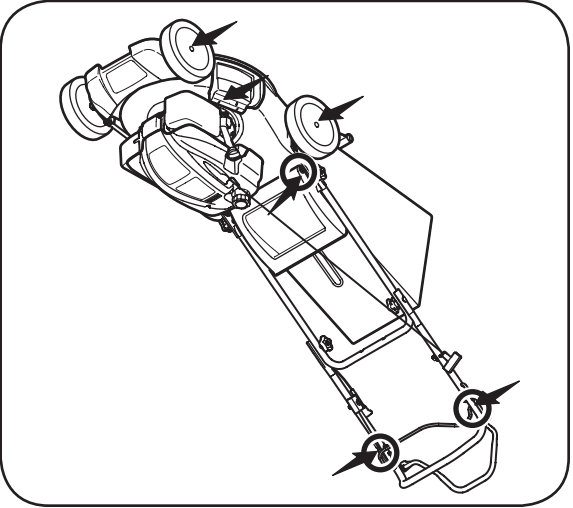

Figure 5-1
1. Lubrifiez les points de pivot de la poignée de commande de la lame au moins une fois par saison avec une huile légère. La commande de la lame doit fonctionner facilement dans les deux sens. Voir la Figure 5-1.
3. Le ressort de torsion et le point de pivotement doivent être lubrifiés régulièrement avec une huile légère pour empêcher la rouille. Voir la Figure 5-1.
3. Enlevez le boulon et le support de la lame qui maintiennent la lame et l'adaptateur sur le vilebrequin. Voir la Figure 5-1.